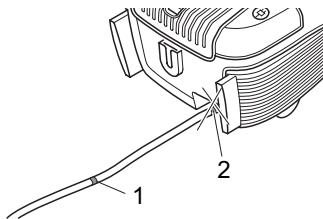

Abb. 10
2. Ziehen Sie das Kabel am Stecker (Abb. 1/15) bis zur gelben Markierung (Abb. 10/1) heraus.
Falls die rote Markierung (Abb. 10/2) sichtbar ist, ziehen Sie das Kabel wieder so weit ein, bis diese nicht mehr zu sehen ist, ▷Kapitel 3.2, „Ausschalten und Stromkabel aufrollen“. Ansonsten kann das Kabel abreißen. Es besteht die Gefahr eines elektrischen Schlages.